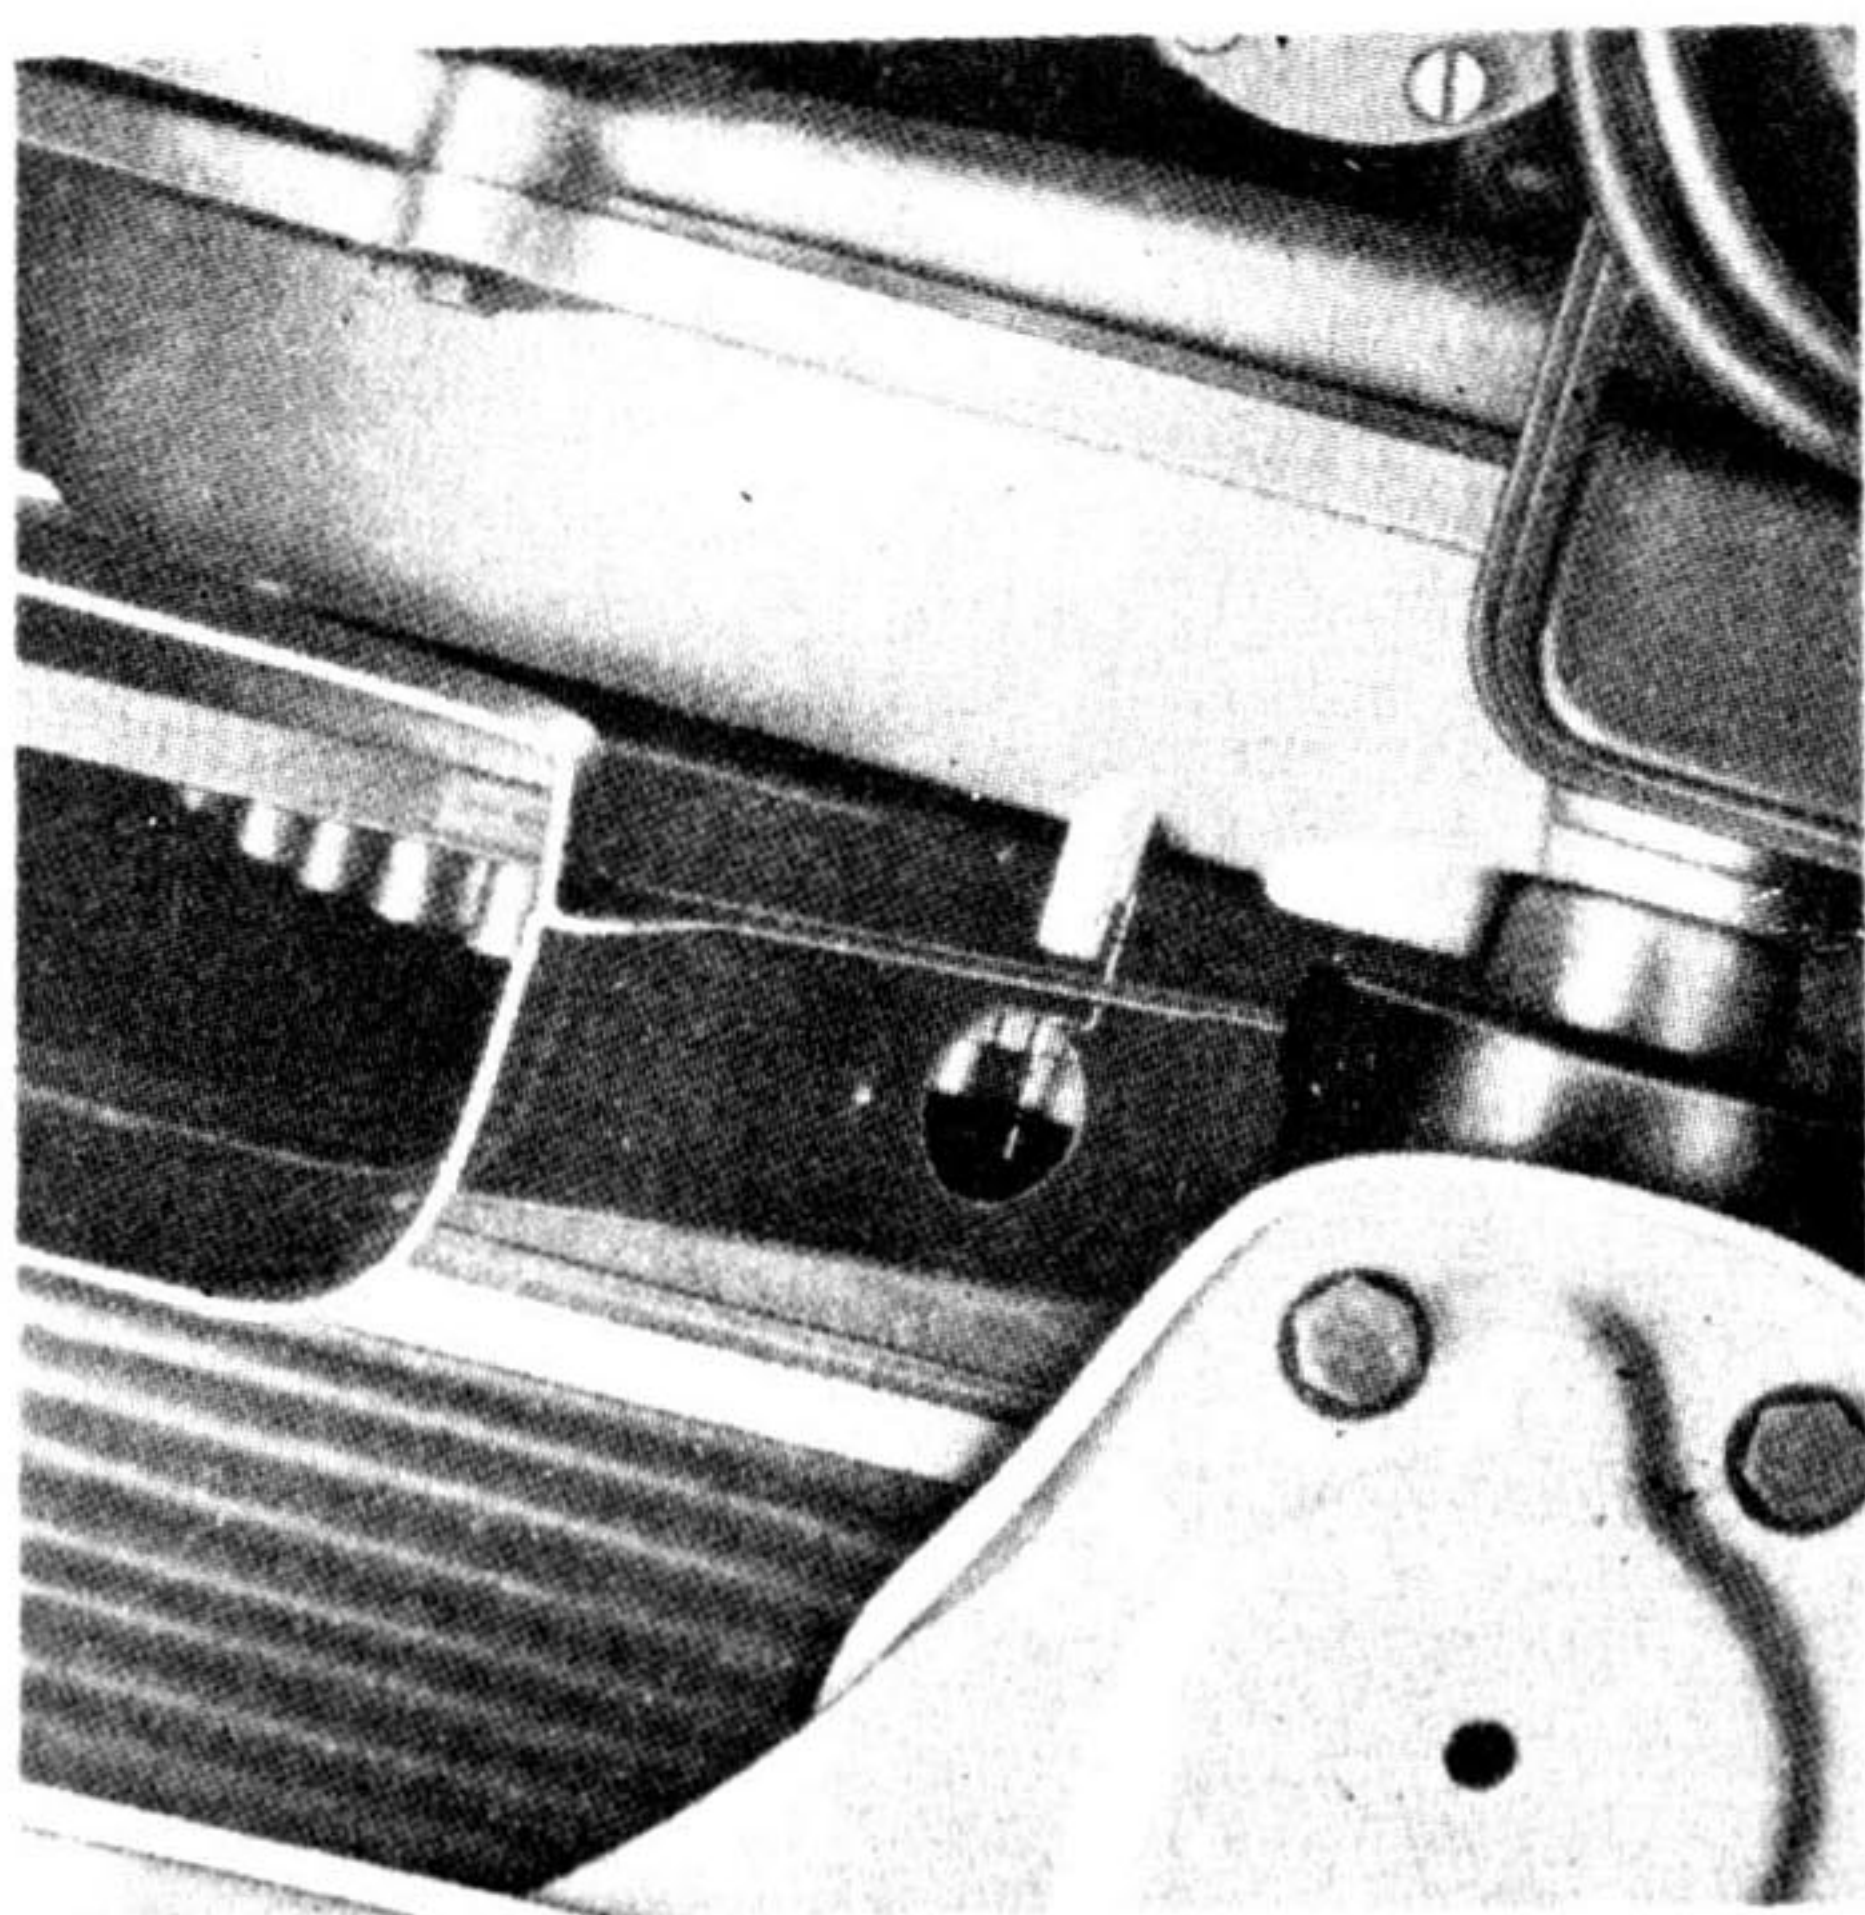

Fig. 7-V
2) — Gira-se a polia pela correia até que o rotor do distribuidor esteja apontando para a terminal da vela do 1.º cilindro. Esse ponto é marcado no corpo do distribuidor para maior facilidade. Ao se girar a polia, observa-se sua marcação. A segunda marca no sentido da rotação (segunda da direita para a esquerda), correspondente a 10° deve-se alinhar com a face direita do pino de referência da carcaça, olhando-se de cima. (Fig. 7-V).
- 2 — Alinha-se a marca da polia (10^0) com o lado direito do pino indicador (Fig. 7-V). O pino serve para fixação do suporte da escala.